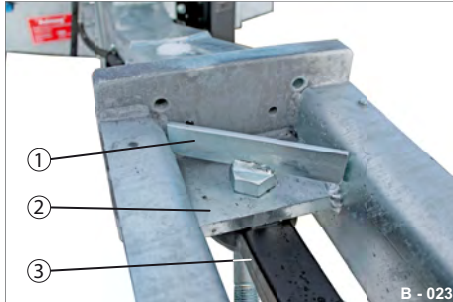
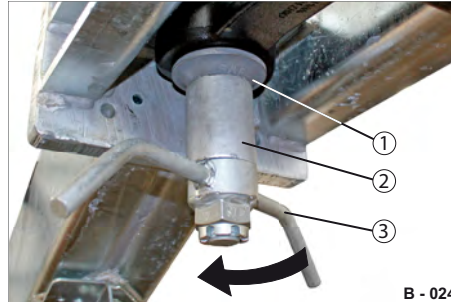

Abb. 32 Zugöse D50 unten angeschlagen
Abb. 33 Zugöse D50 unten sichern
► Stecken Sie die Befestigungsschraube (Abb. 32/1) von oben durch die Halterung (Abb. 32/2) und die Zugöse (Abb. 32/3).
- Stecken Sie die Scheibenauflage (Abb. 33/1), den Abstandshalter (Abb. 33/2) von unten auf die Befestigungsschraube an die Zugöse (Abb. 32/3).
- Schrauben Sie die Flügelmutter (Abb. 33/3) auf die Befestigungsschraube auf.